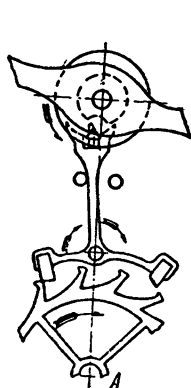

Рис. 88. Угол подъема баланса
6. Углом подъема баланса называется путь, пройденный балансом от момента касания эллипса о бок паза вилки (рис. 88, А) до момента выхода эллипса из паза (рис. 88, Б). Угол подъема равен 30 — 35° . Угол подъема состоит из угла освобождения 6° и угла импульса 24° . Угол импульса осуществляется за счет силы заводной пружины, а угол освобождения — за счет силы волоска.